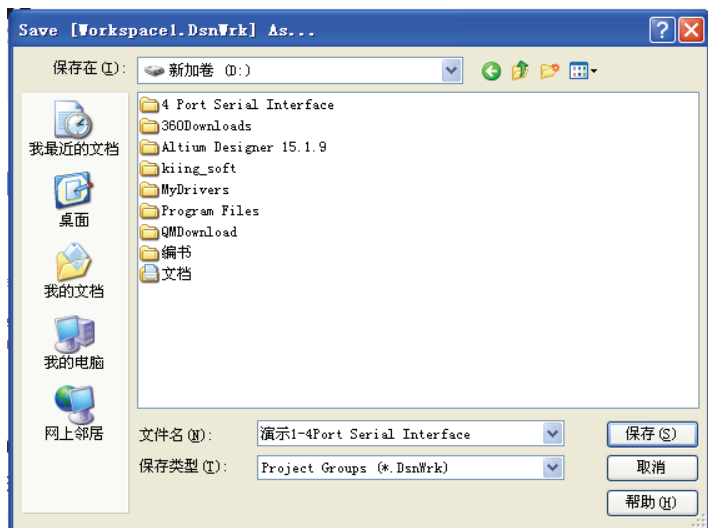
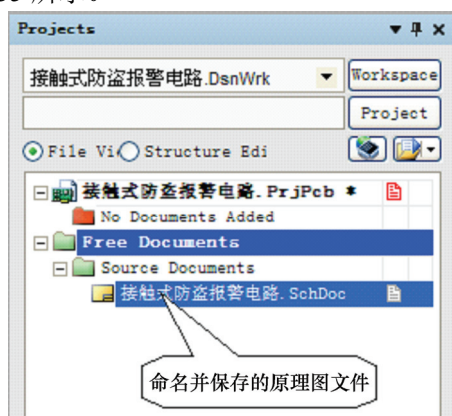

图 1-25 “Save [Workspace1.DsnWrk] As...” 对话框
图 1-34 保存原理图文件
选择【Save Design Workspace】或【Save Design Workspace As...】命令均可，一般选择后者。单击弹出“Save [Workspace1.DsnWrk] As...”对话框，将文件名“Workspace1”改为“演示 1-4Port Serial Interface”，如图 1-25 所示。
在【Projects】面板工作区中，右击新建项目名称，在弹出的菜单中选择【Save Project】或【Save Project As】命令，即可出现如图 1-25 所示的对话框。可将文件名中的“PCB Project1”改为用户便于记忆，或与设计相关的名称，例如，接触式防盗报警电路。单击  按钮，在【Projects】面板的工作区中新建项目的名称如图 1-31 所示。
(2) 执行菜单命令【File】→【Save as】，则弹出文件另存为对话框，如图 1-25 所示，在“文件名”栏输入“接触式防盗报警电路”，单击  按钮，将以“接触式防盗报警电路”名称保存。保存后在【Projects】面板的工作区中显示的原理图文件名称如图 1-34 所示。